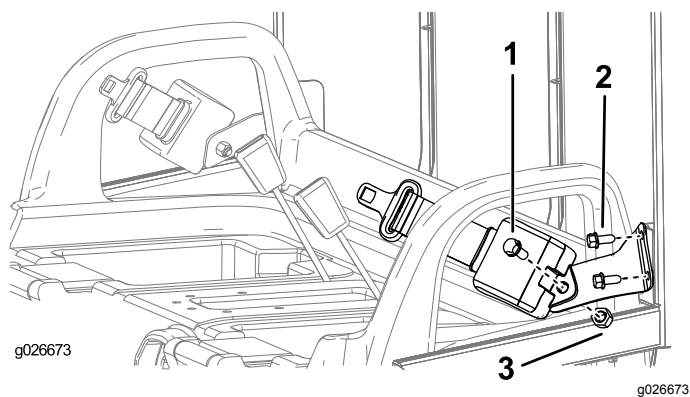

Рисунок 7
помощью двух болтов, как показано на Рисунок 7.
3. Установите вытягивающийся конец каждого ремня безопасности на крепежный кронштейн каждого ремня безопасности с помощью болта (7/16 дюйма) и гайки (7/16 дюйма), как показано на Рисунок 7.